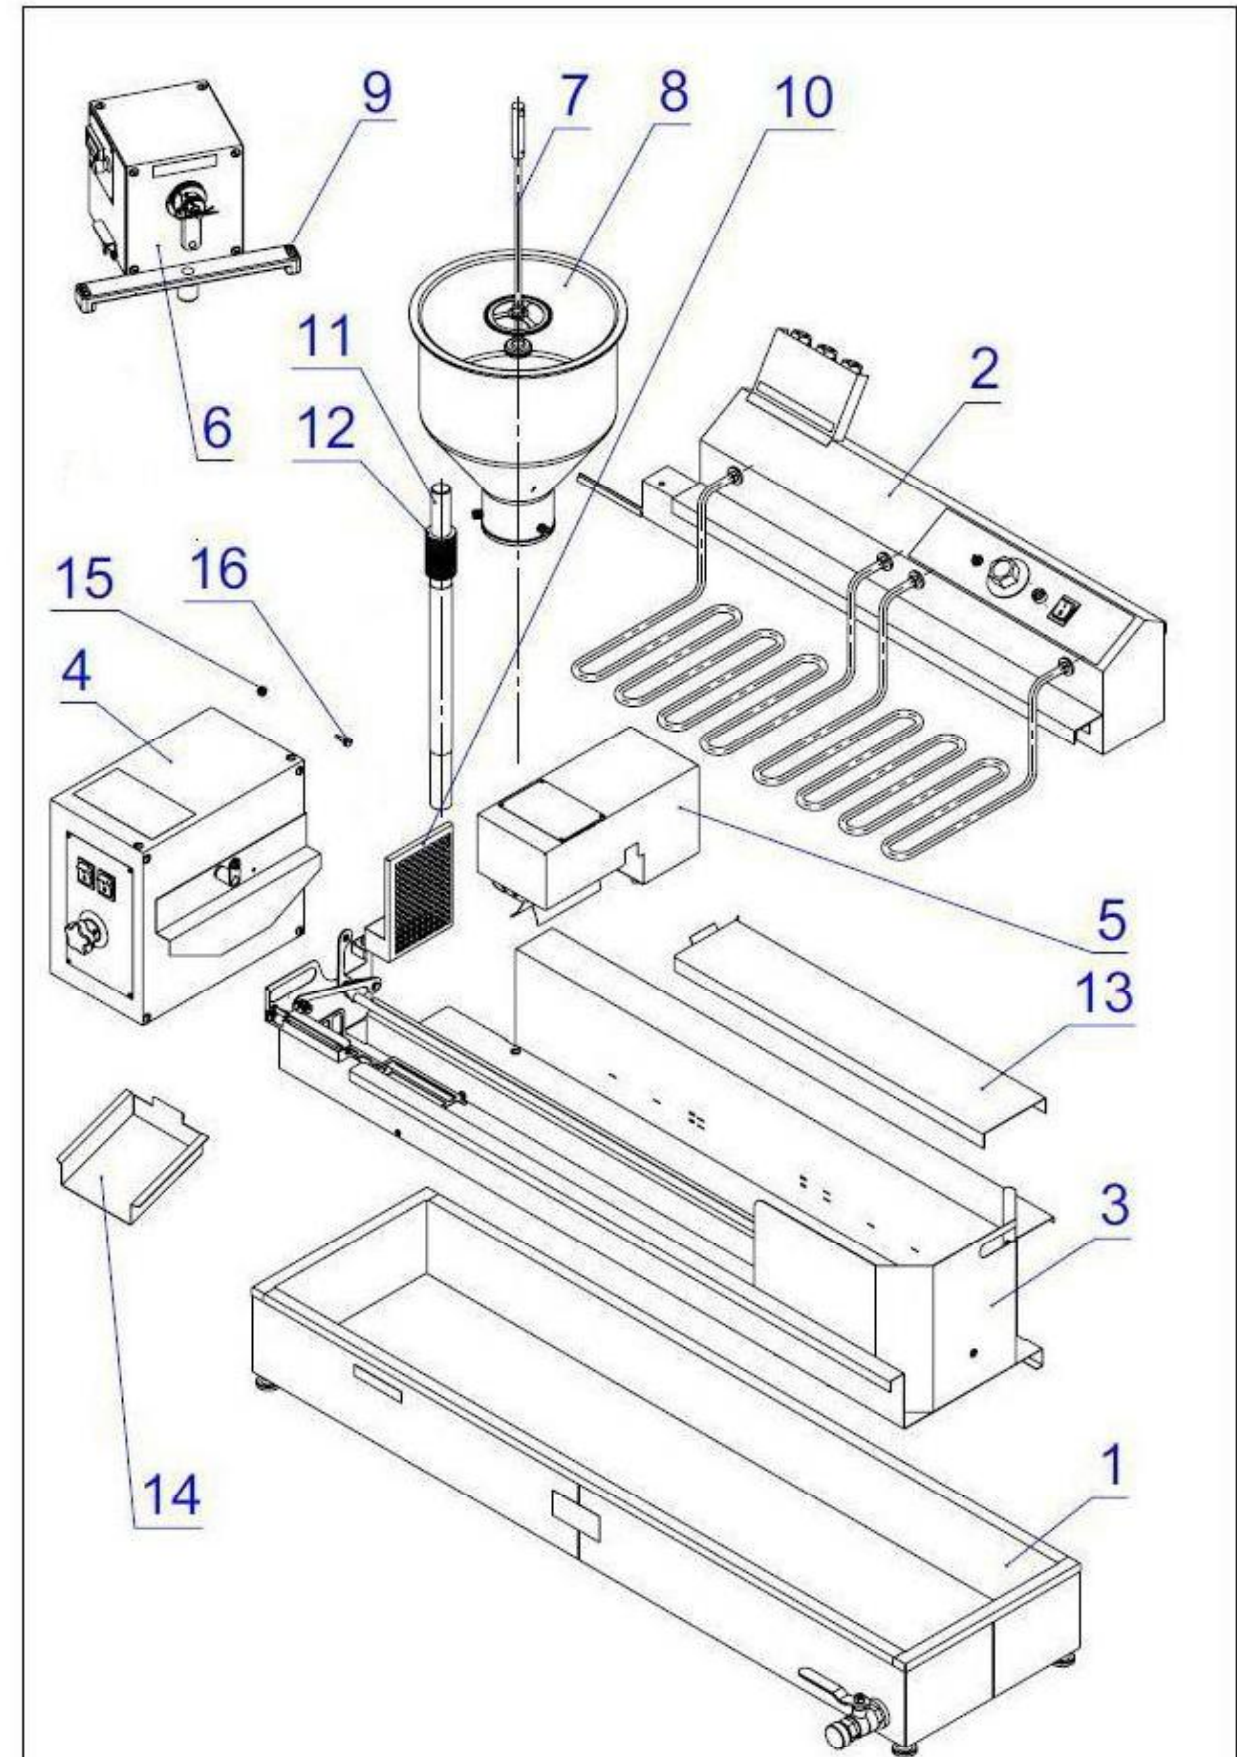

Рис. 1
Автоматическое формирование пончиковых заготовок осуществляет дозатор, состоящий из бункера для теста (8) (рис.1), электромеханического блока привода дозатора (6) и поршня (7), который выдавливает из бункера тестовую заготовку в форме пончика в жарочный бак (1). Массу пончика можно регулировать механизмом регулировки массы, который находится на выходном валу блока привода дозатора.